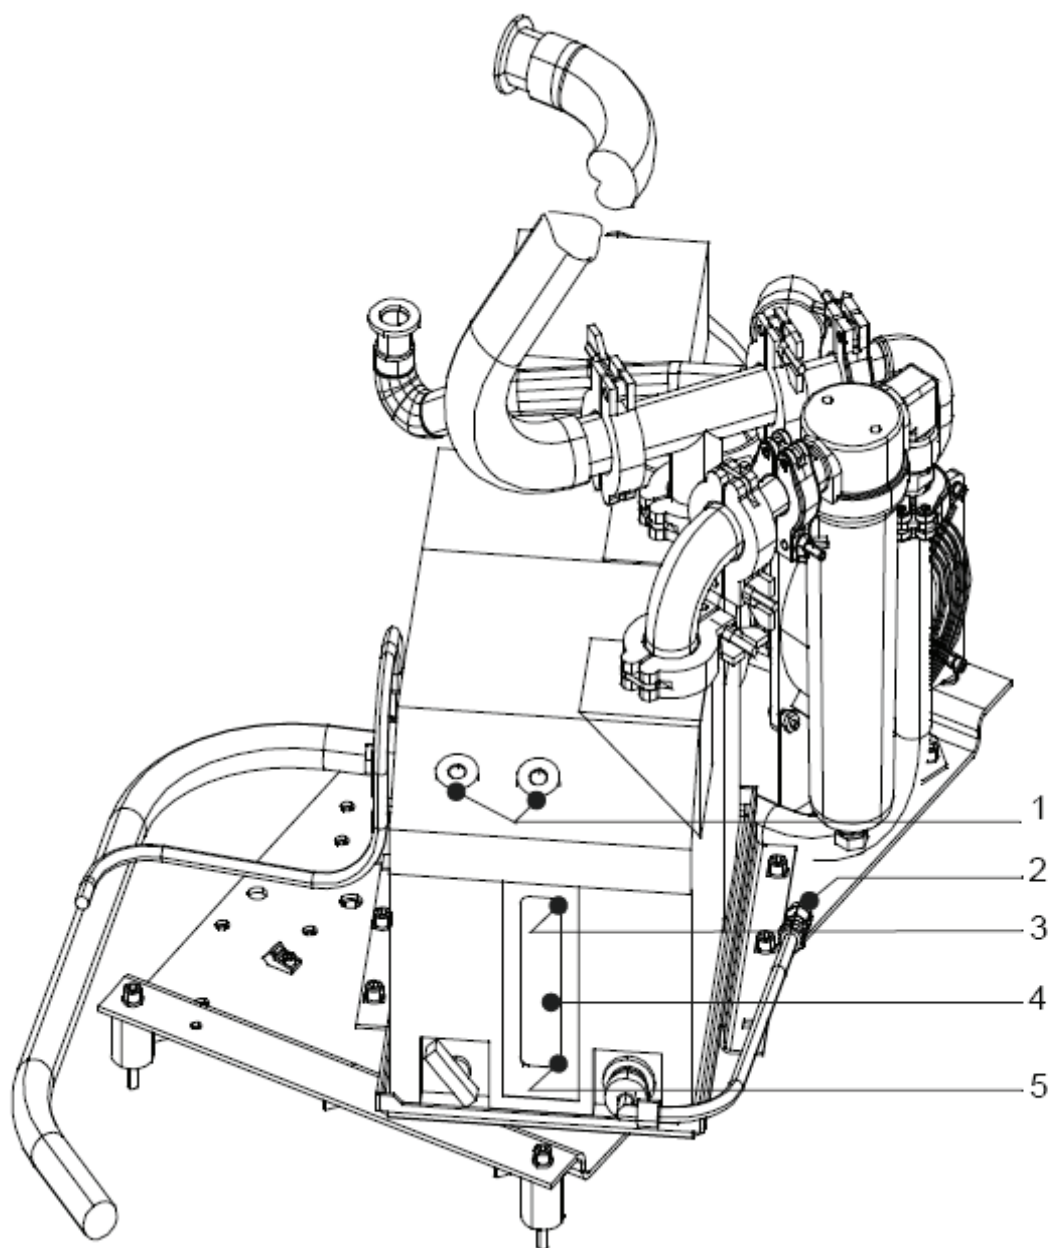

Рис. 9-6. Замена масла в насосе D16 В
Уровень масла и его цвет можно определить визуально через индикатор уровня масла форвакуумного насоса. Уровень масла вакуумного насоса должен находиться между отметками максимального и минимального уровня. См. рис. 9-6/3,4,5.
- Выкрутите пробку маслосливного отверстия на конце шланга (рис. 9-6/2), используя ключ-шестигранник 5 мм. Используйте ключ 3 мм для извлечения пробки.
- Выкрутите пробку маслосливного отверстия (рис. 9-6/1) и залейте свежее масло до максимального уровня. Максимальный объём масла 0,8 л.